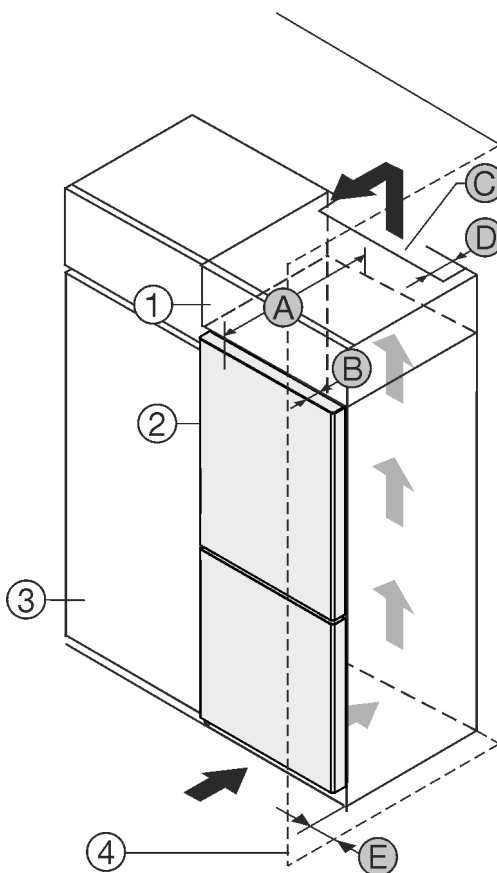

Fig. 1
A készülék közvetlenül a konyhaszekrény *Fig. 1 (3)* mellé állítható.*
A rátétszekrény hátoldalán egy megadott mélységű *Fig. 1 (D)* szellőzőaknát kell kialakítani a rátétszekrény teljes szélességében.*
A mennyezett alatt be kell tartani a szellőző keresztmet-szetet *Fig. 1 (C)*.*
Ha a készüléket a zsanérjaival a fal *Fig. 1 (4)* mellé állítja fel, legalább 13 mm távolságot kell tartani a faltól.*
Ha a készüléket a zsanérjaival a fal *Fig. 1 (4)* mellé állítja fel, legalább 20 mm távolságot kell tartani a faltól.*
Ahhoz, hogy az ajtót teljesen ki tudja nyitni, a készüléknek a konyhaszekrény elülső oldalához képest legalább az ajtó mélységének *Fig. 1 (B)* megfelelően ki kell állnia. A konyha-szekrények *Fig. 1 (3)* mélységétől és a fali távtartók haszná-latától függően a készülék nagyobb mértékben is túllóghat előrefelé.*